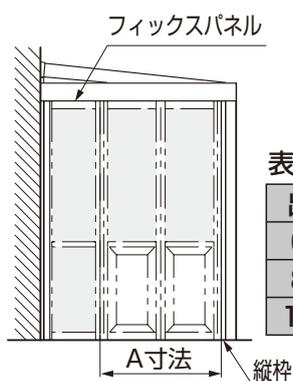

図 3-3 側面側
- ① 縦枠を縦枠受けに組付けてください。
- ② 側面側は縦枠とフィックスパネル間がA寸法であることを確認してください。(図3-3、表3-1参照)